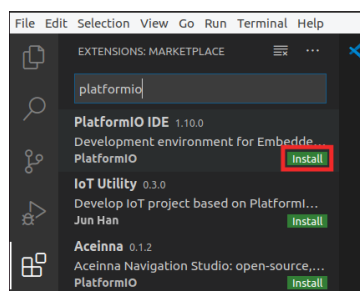

图3. PlatformIO IDE扩展
- d. 在搜索框中输入PlatformIO，然后单击PlatformIO IDE旁边的“Install”（安装）按钮进行安装（参见图3）。